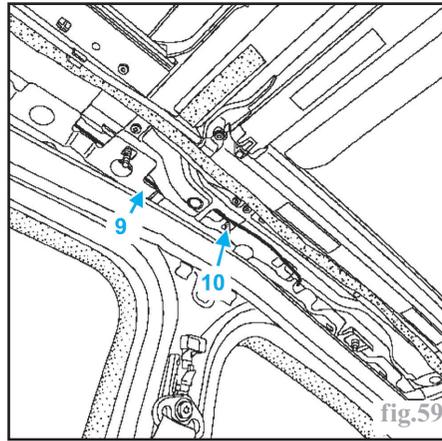

fig.59
- Passer le fil de (7) à (8).
- Passer le fil de (9) à (10) (fig.59).